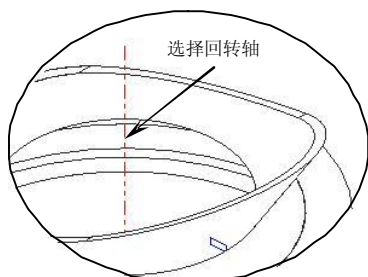
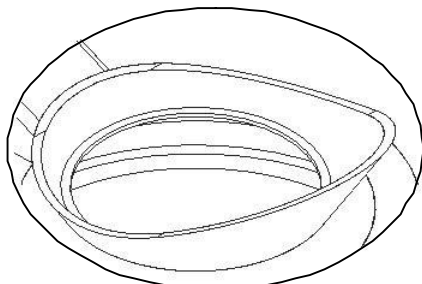

图4-31
图4-32
27. 选择前两步绘制的草图轮廓，在【成形特征】工具条中单击【回转】按钮，弹出【回转】对话框。在【选择步骤】栏中选择【求和】选项，在【结束】输入框中输入“360”，单击 **MB2**，然后选择图 4-31 所示的回转轴，最后单击 **确定** 按钮创建回转特征，结果如图 4-32 所示。